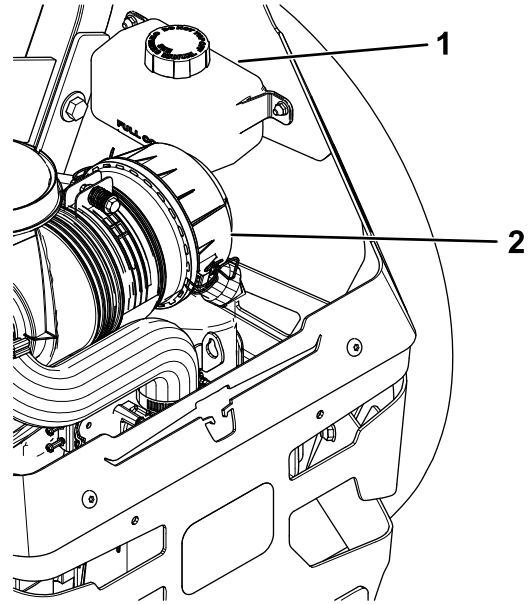

Figura 75
2. Compruebe el depósito de expansión y si es necesario, añada fluido hidráulico Toro® HYPR-OIL™ 500 hasta la línea FULL COLD (Figura 75).